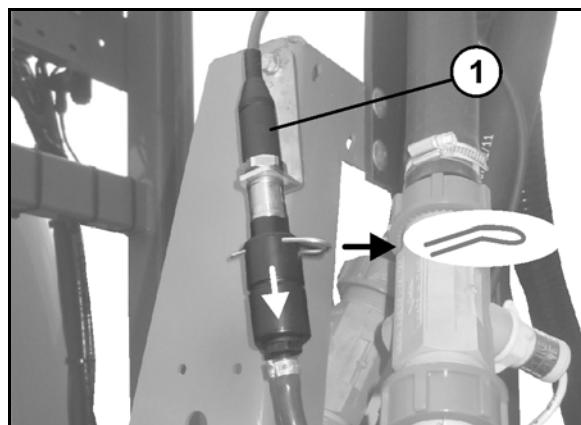

Fig. 147
21. Purger le capteur de pression en détachant le tuyau du capteur de pression (Fig. 147/1).